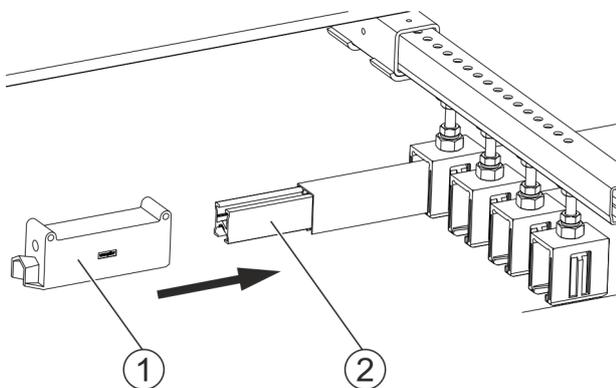
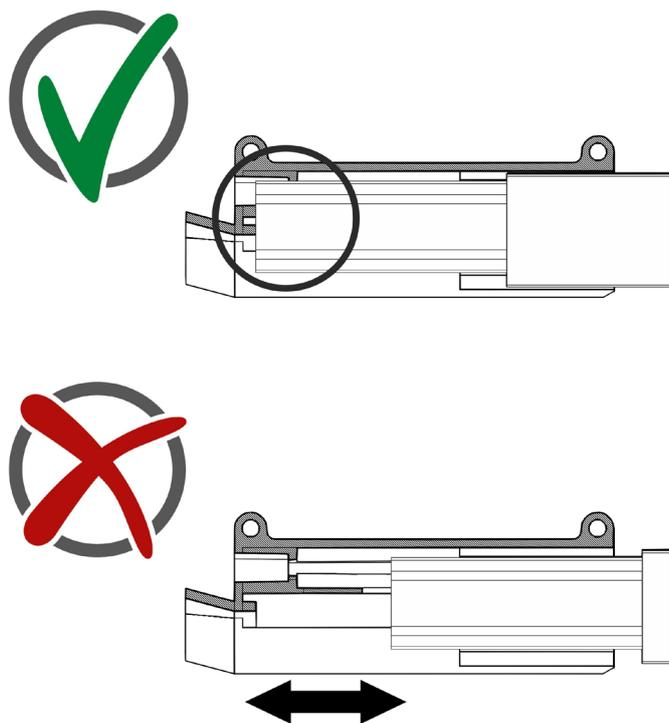

Fig. 98 : Capot d'extrémité à l'extrémité du rail conducteur
Fig. 99 : Le capot d'extrémité est monté de manière correcte (en haut) ou incorrecte (en bas).
- Enfoncer le capot d'extrémité (pos. 1) par de légers coups de maillet avec prudence sur l'extrémité du rail conducteur (pos. 2) (voir Fig. 98 et Fig. 99).